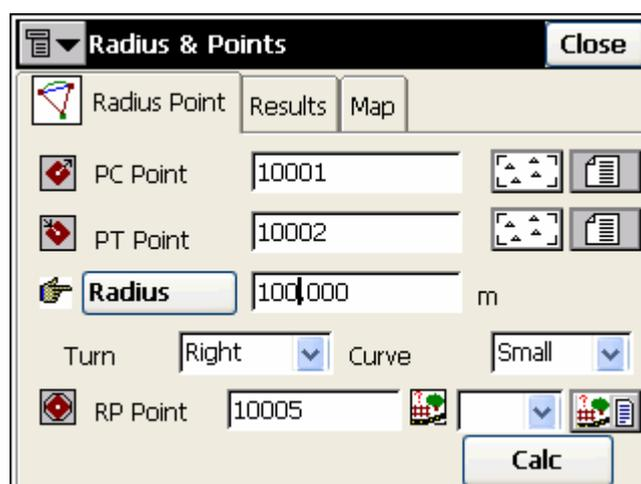

Рисунок 8-10. Радиус и точки
1. Введите исходные данные, необходимые для решения задачи: точки кривой, радиус, угол поворота, а также какую кривую следует рассматривать - большую (более 180 градусов) или малую (менее 180 градусов). Введите также имя и код искомого центра кривой (рис. 8-10).